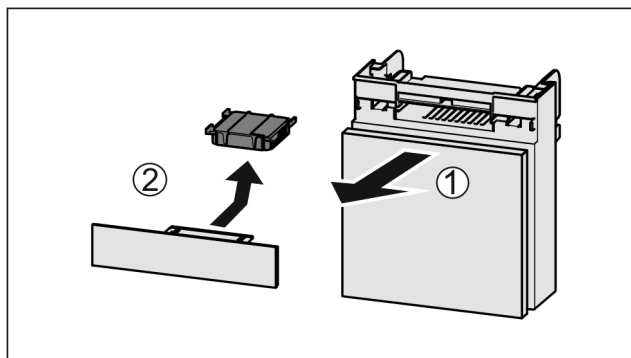

Fig. 94
- ▶ Extrageți Fig. 94 (1) compartimentul către înainte.
- ▶ Scoateți Fig. 94 (2) filtrul de cărbune activ.